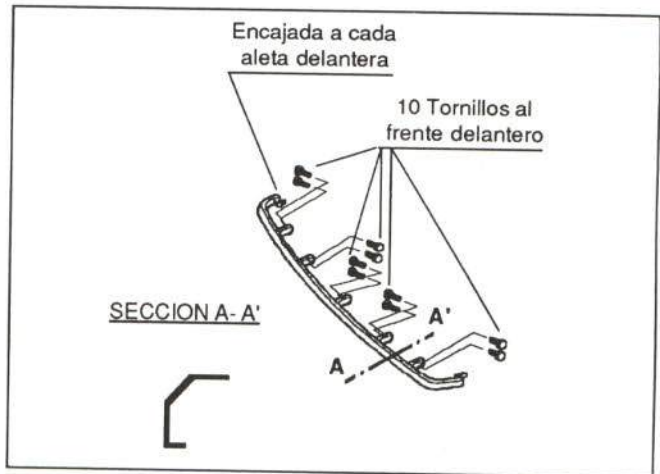

Figura 19.- Unión de la moldura del frente
En la figura 19 se muestra su unión a la carrocería.
- Moldura del frente (figura 19)